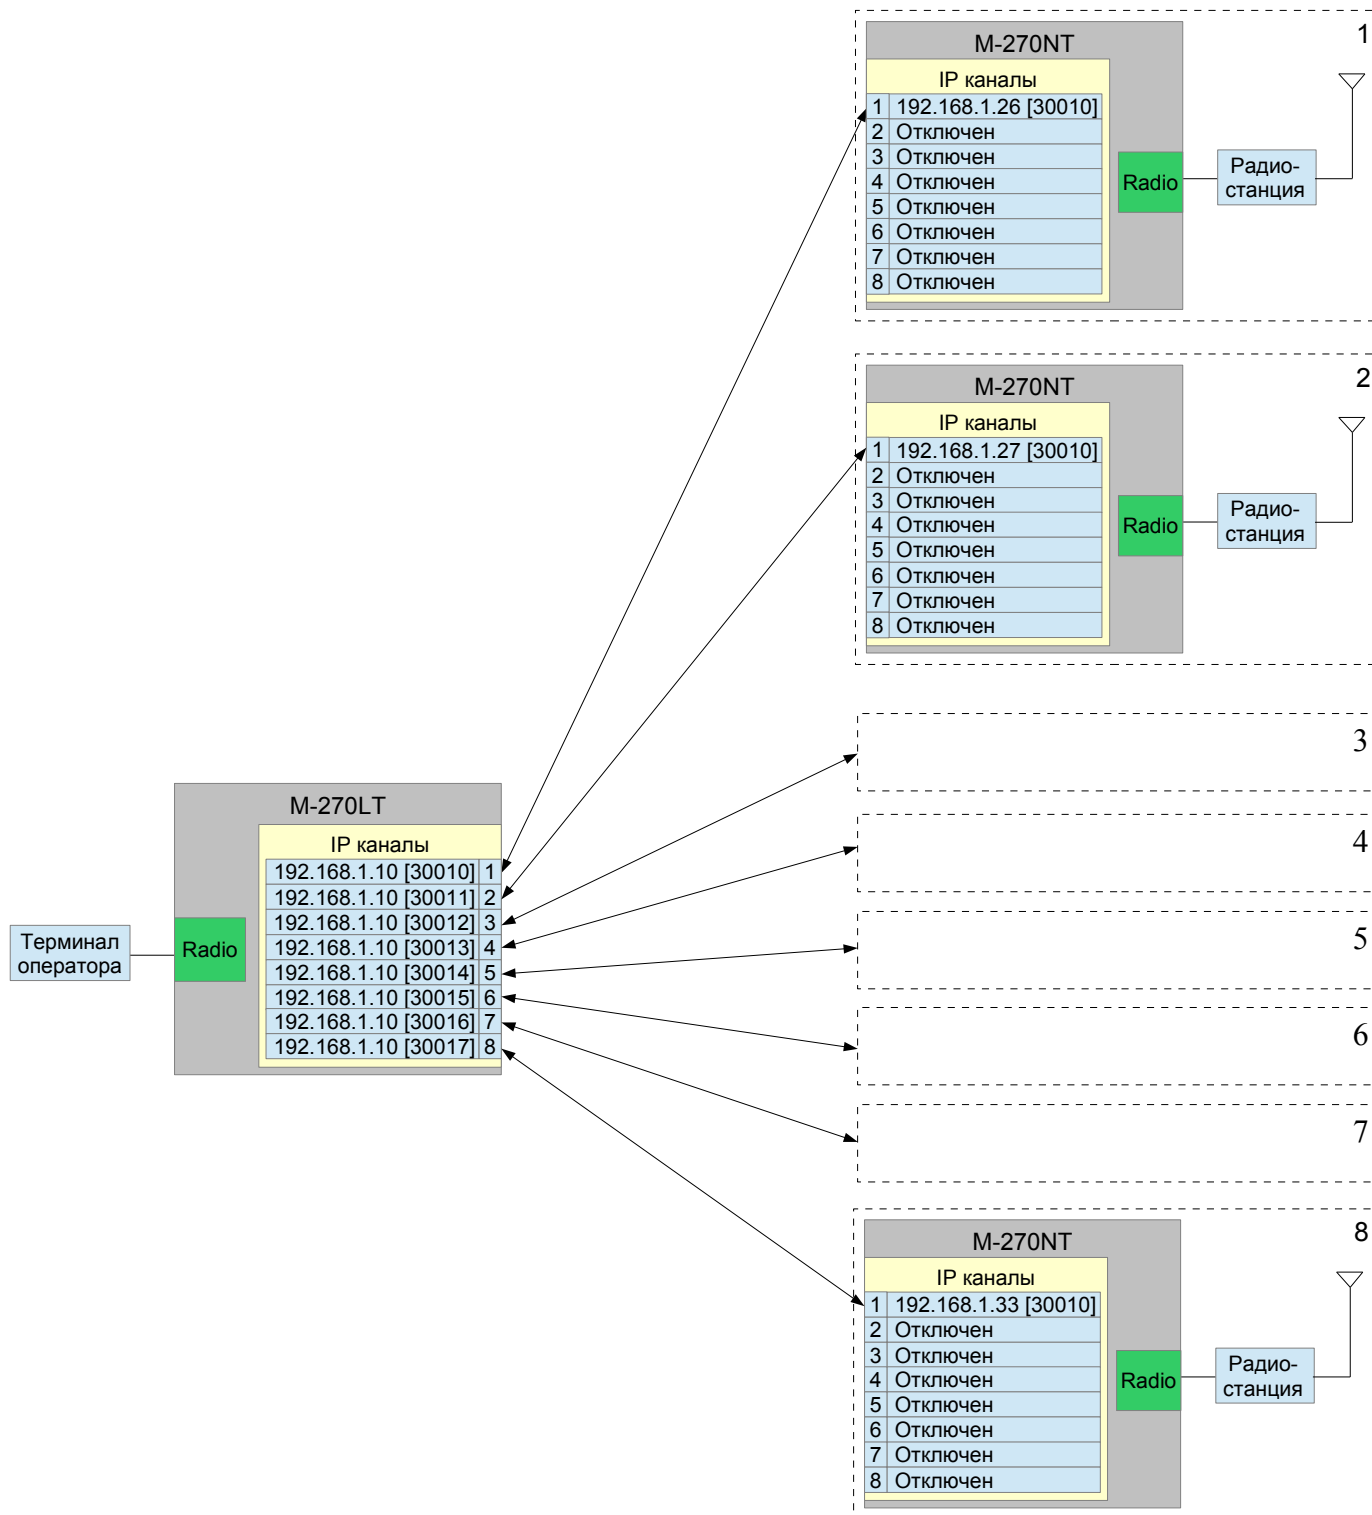
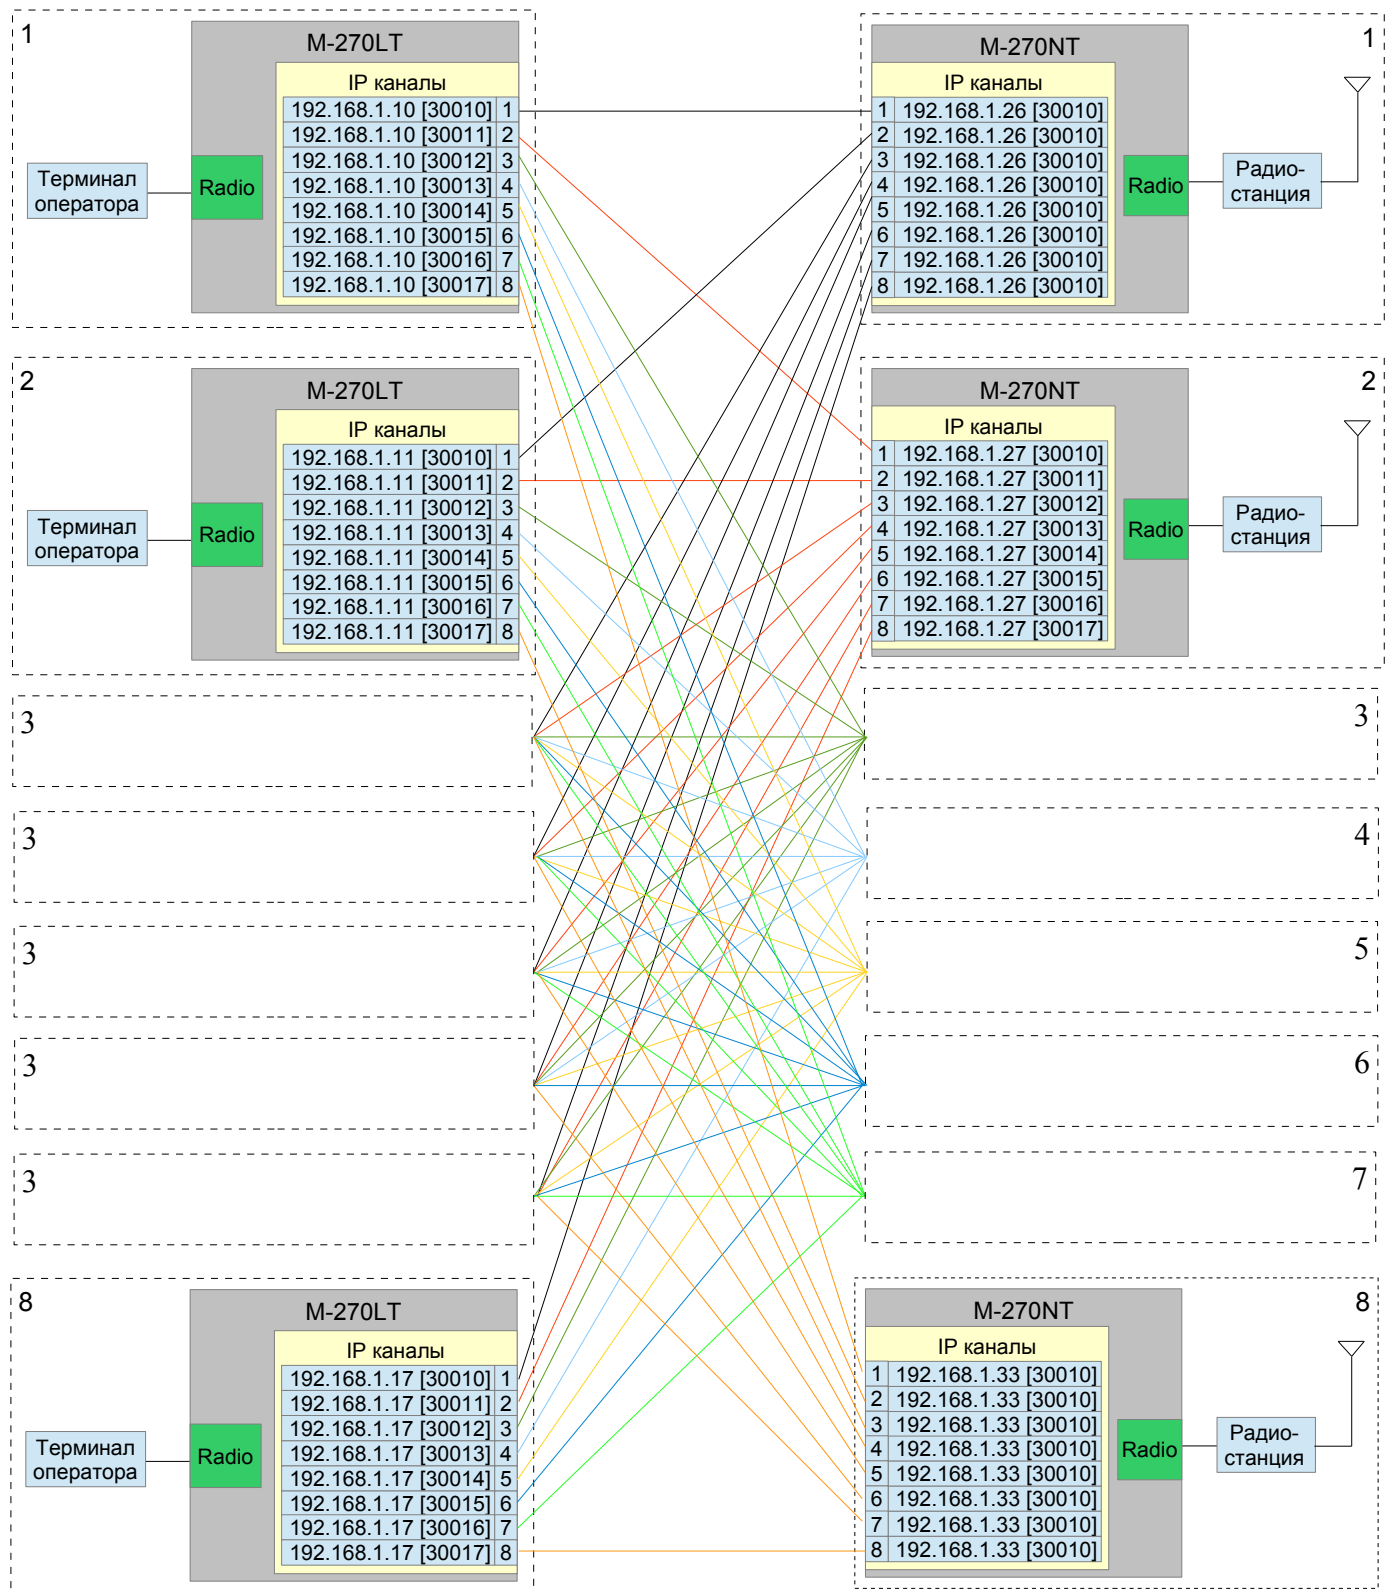

Рис. 21 Схема IP соединений для управления группой радиостанций.
Рис. 22 Схема IP соединений для работы группы операторов с группой радиостанций.
Контроллеры системы М-270 поддерживают одновременную работу по 8-ми IP каналам, это позволяет оператору организовать как выборочное так и параллельное управление до восьми удаленных радиостанций. Разделение IP каналов контроллера может выполняться как по номеру порта TCP/UDP протокола так и по IP адресу присваиваемого IP каналу. На рис. 21 приведена схема IP соединений для управления одним оператором группой из 8-ми радиостанций. На рис. 22 приведена схема IP соединений для параллельной работы группы из 8-ми операторов с группой из 8-ми удаленных радиостанций.
- Динамически, в этом случае все IP каналы имеют идентичные значения IP адреса и номера портов ( рис. 22, контроллер М-270NT №1) . При данных параметрах подключение контроллеров М-270LT выполняется последовательно к свободному IP каналу.
- Статически, в этом случае каждый IP канал имеет индивидуальные значения IP адреса и/или номер порта (см рис. 22 контроллера М-270NT №2).